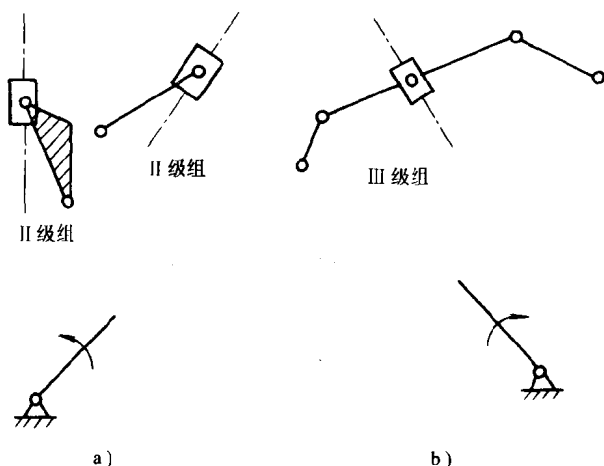

图 17
(3) 结构分析如图 17 所示。图 91a 为 II 级机构;图 91b 为 III 级机构。